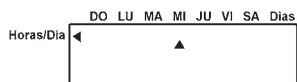

fig.14
2. Desplazarlo con los pulsadores  $\downarrow\uparrow$  hasta el día corriente (fig. 14)